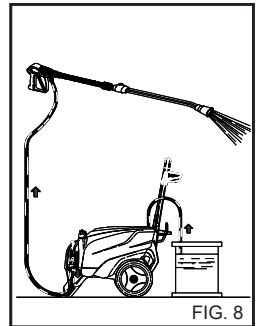

FIG. 8
После использования моющего средства система всасывания химиката должна быть промыта чистой водой, (fig. 8).
- 1) После использования мощного средства сполосните под давлением контур подачи воды: включите насос на 1 минуту с полностью закрытым дозирующим краном. (fig. 8)
4) После использования моющего средства сполосните под давлением контур подачи воды: включите насос на 1 минуту с полностью закрытым дозировочным краном. (fig. 8).